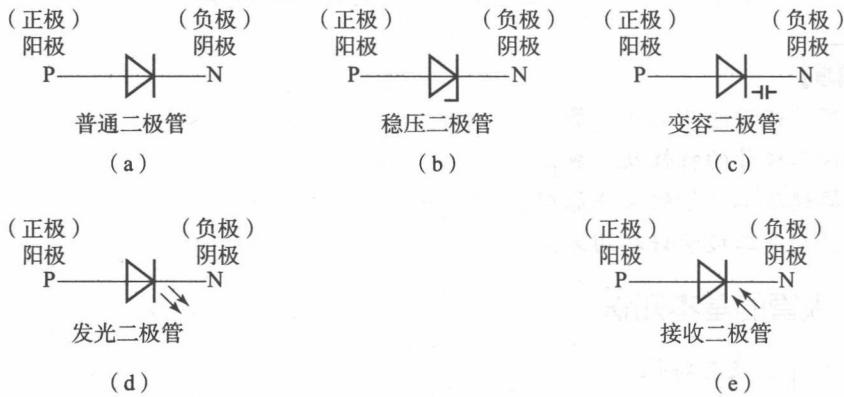

图 1-4 二极管图形符号
(2) 二极管在电路中的图形符号。二极管的种类与用途较多，为了在绘制电路图时便于描述，人为地规定了二极管的图形符号。对不同种类的二极管，规定了不同的图形符号，如图 1-4 所示（按国家标准 GB 4728《电气图形用图形符号》规定）。